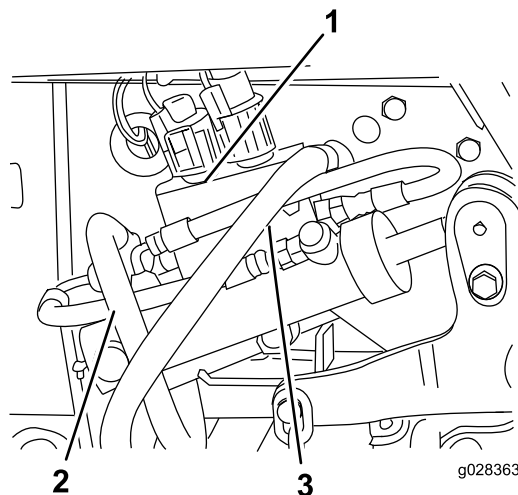

Figura 100
16. Desconecte la manguera del depósito de la válvula de control (Figura 100).
19. Desconecte la manguera de presión de la válvula de control (Figura 100).